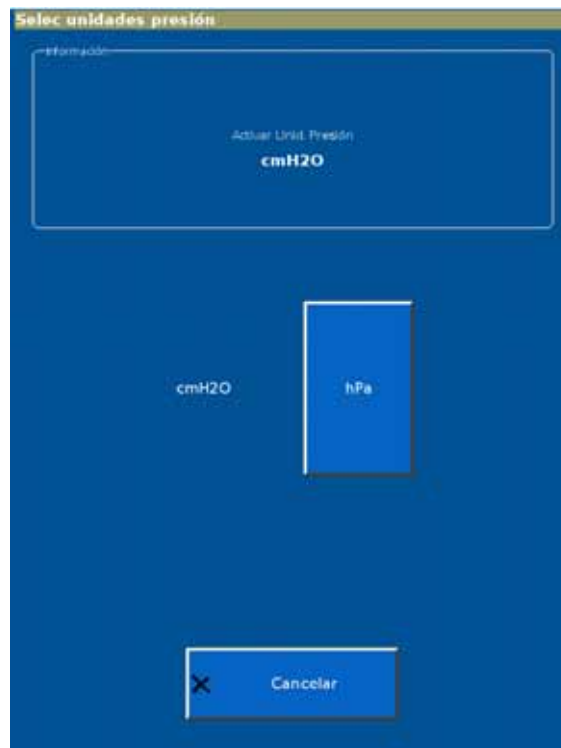

Figura F-6: pantalla Selección unidades presión
1. En la pantalla **Ajustes del sistema**, seleccione **Unidades presión** para abrir la pantalla **Selección unidades presión** (Figura F-6).